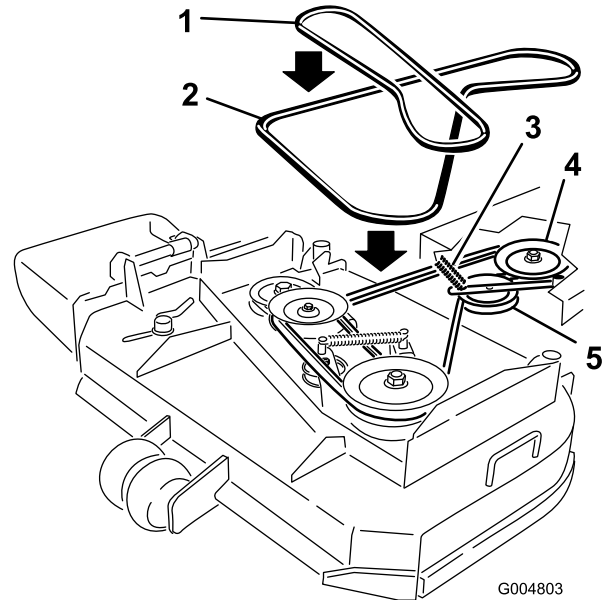

Figure 38
- Retirez la courroie de la poulie centrale sur le plateau de coupe (Figure 38).
- Retirez la courroie de la poulie de moteur et la poulie de tension rappelée par ressort (Figure 38).
- Placez une courroie neuve sur la poulie de moteur et la poulie de tension rappelée par ressort (Figure 38).
- Installez la courroie sur la poulie centrale du plateau de coupe (Figure 38).